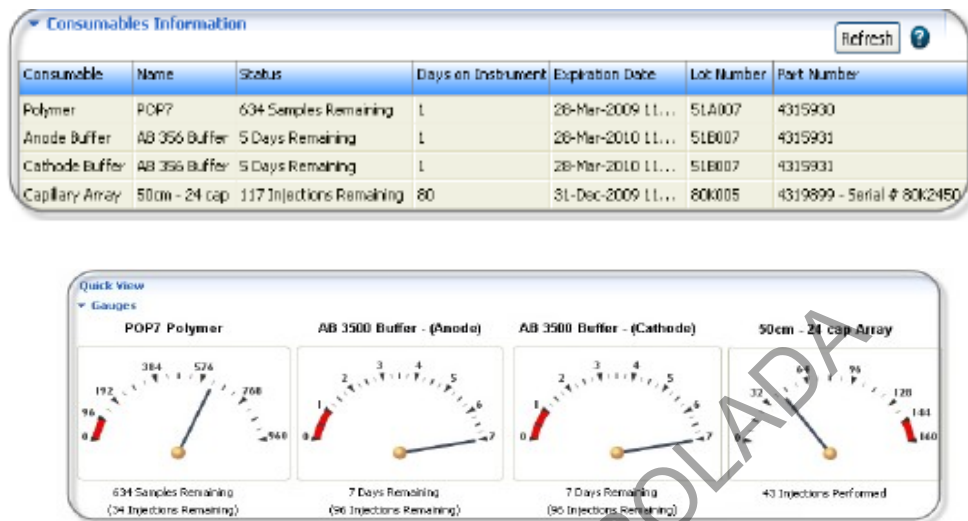

Figura 10. Información de los consumibles.
**7.2.2** Haga click sobre la opción "Refresh" para que se actualice el estado de los consumibles (ver figura 10). En los indicadores aparece el número de inyecciones, muestras, o días que quedan de cada consumible.